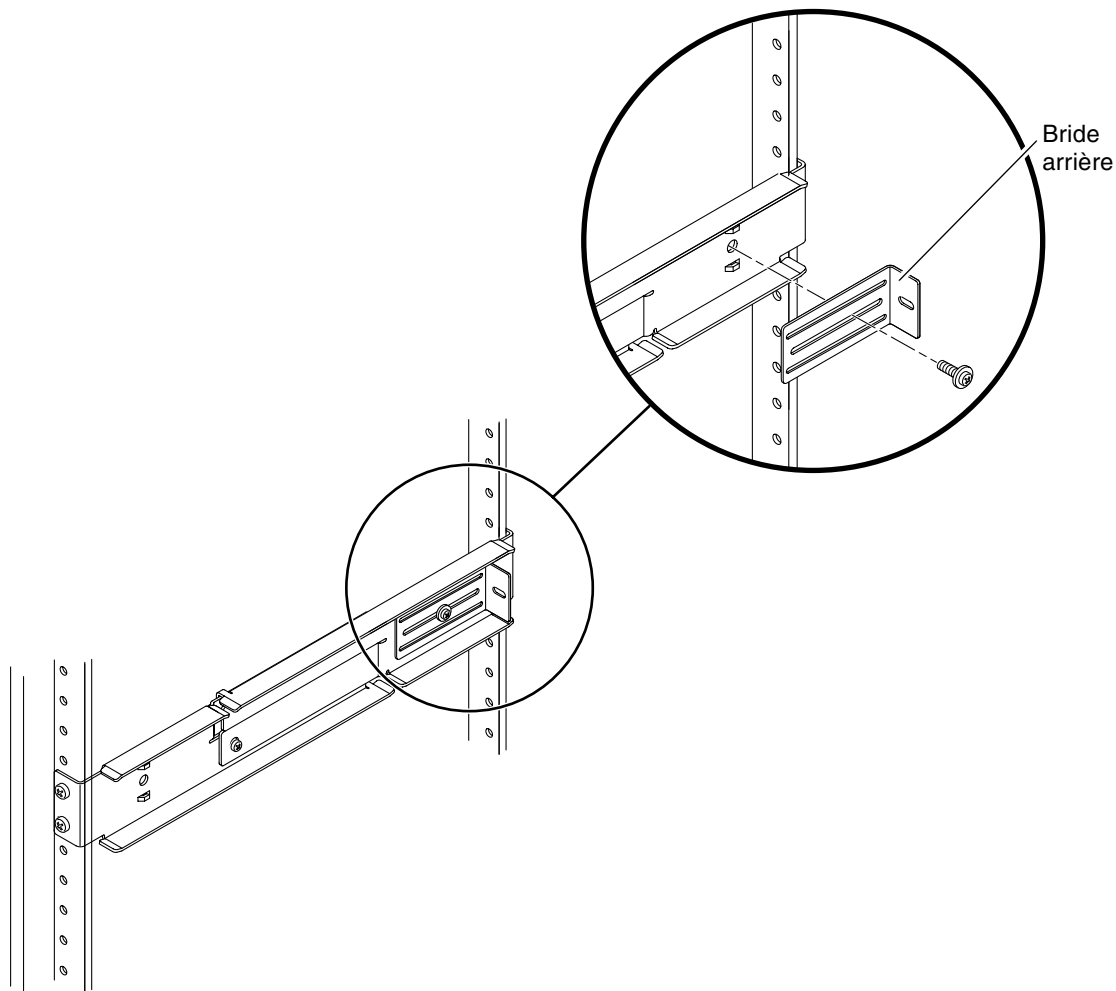

FIGURE 3-18 Installation de la bride arrière sur le rail réglable
8. À l'aide d'une vis SEM M5 × 10 (une pour chaque bride arrière), installez la bride arrière à l'arrière de chacun des rails réglables, sans trop serrer (FIGURE 3-18).
- 12. Poussez le serveur jusqu'à ce qu'il atteigne la profondeur souhaitée dans l'armoire, puis passez à l'arrière du système et placez les brides à l'arrière de celui-ci (FIGURE 3-18).**
14. Serrez l'unique vis SEM M5 × 10 de chaque bride afin de la fixer au rail ajustable, en veillant à le placer à la profondeur souhaitée dans l'armoire (FIGURE 3-18).